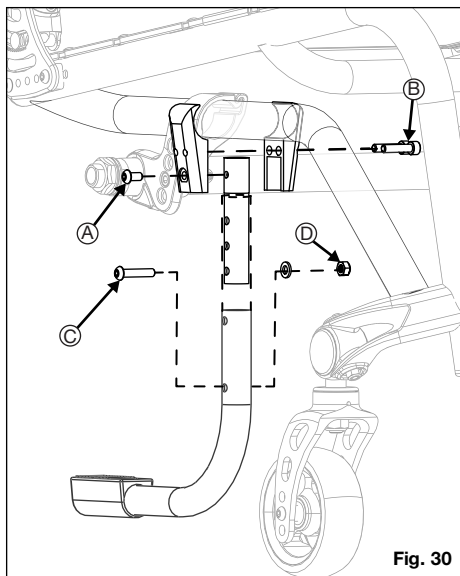

Fig. 30
Sådan installeres træderøret (Fig. 30)
1. Skru trinrørsmodtageren fast i den udvendige klemme med en 4 mm unbrakonøgle (fig. 30:A)
2. Fastgør klemmen til det nederste rammerør på den side, brugeren ønsker, ved hjælp af en 5 mm unbrakonøgle (fig. 30:B).
3. Skub trinnrøret ind i trinnrørsmottageren, og fastgør det i den ønskede højde med skruen, skiven og møtrikken ved hjælp af en 4 mm unbrakonøgle og en 10 mm skruenøgle (fig. 30:C/D).